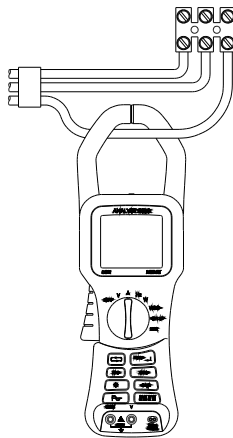

Fig. 3
- Appuyer sur la poignée pour ouvrir les mâchoires et placer la pince autour du conducteur (Fig 3).
- Pour mesurer la fréquence du courant, appuyer sur la poignée pour ouvrir les mâchoires puis placer la pince sur le conducteur de courant, comme illustré dans la Fig. 3 et lire l'affichage.